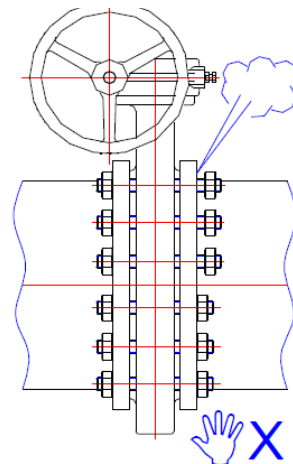

Fig 29
17.3.2 Løs ikke flangebolte under drift (Fig 29).